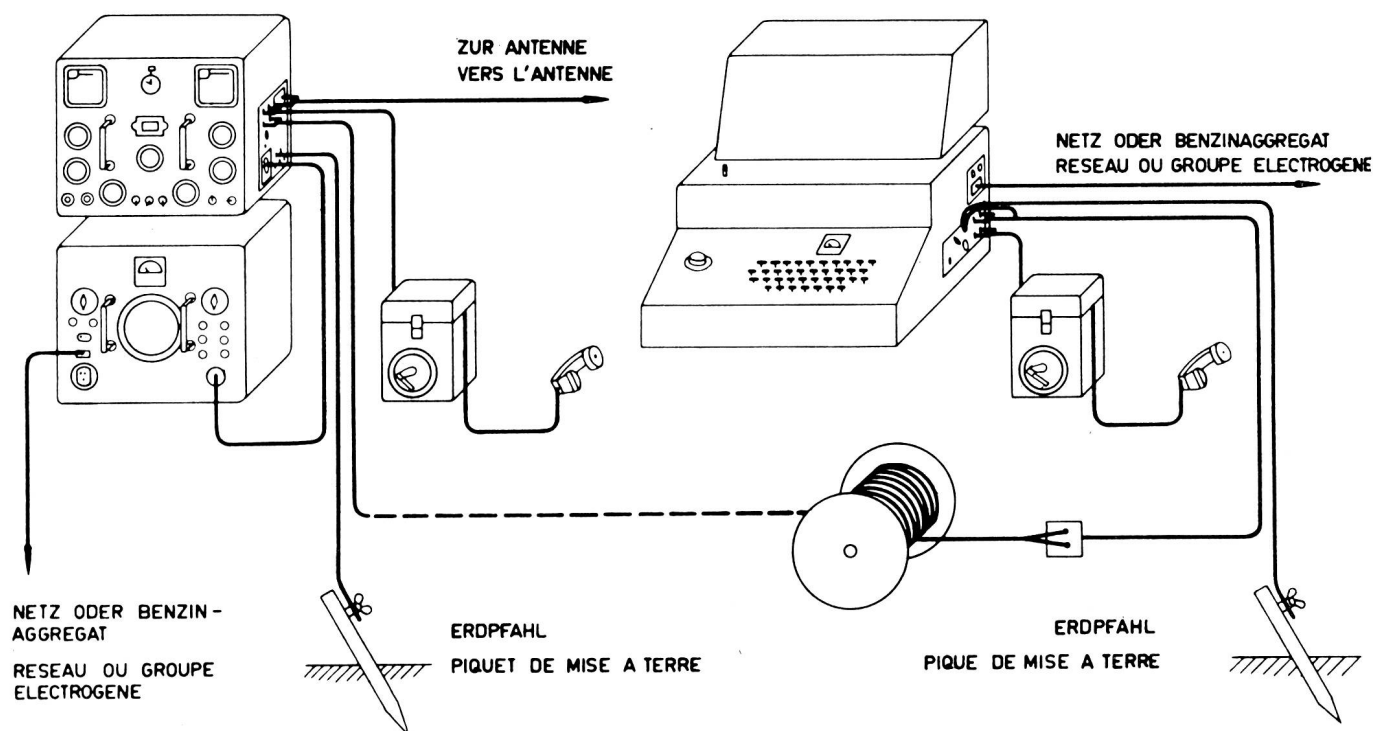

Fig. 29
- Commande à distance avec KFF voir fig. 29